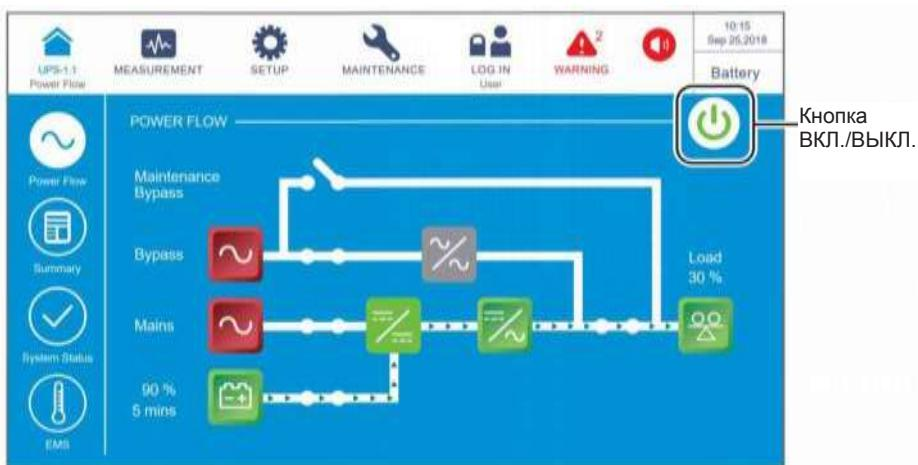

Рисунок 6-48: Экран батарейного режима и кнопка ВКЛ./ВЫКЛ.
- | 1) В батарейном режиме на ЖК-дисплее отображается следующий экран (**Рисунок 6-48**), а трехцветный светодиодный индикатор горит желтым. Расположение трехцветного светодиодного индикатора см. на **Рисунке 2-11**.